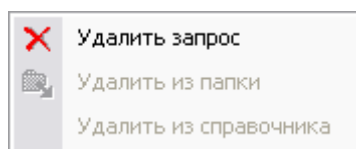

Рис. 255
- **Удалить** – подменю удаления запроса (Рис. 255).